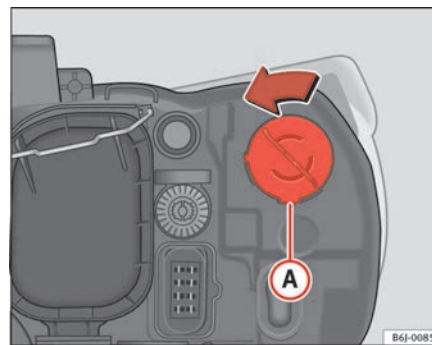

Fig. 144 Luz intermitente
- Gire el portalámparas ⇒ fig. 144 **A** a la izquierda y tirar.